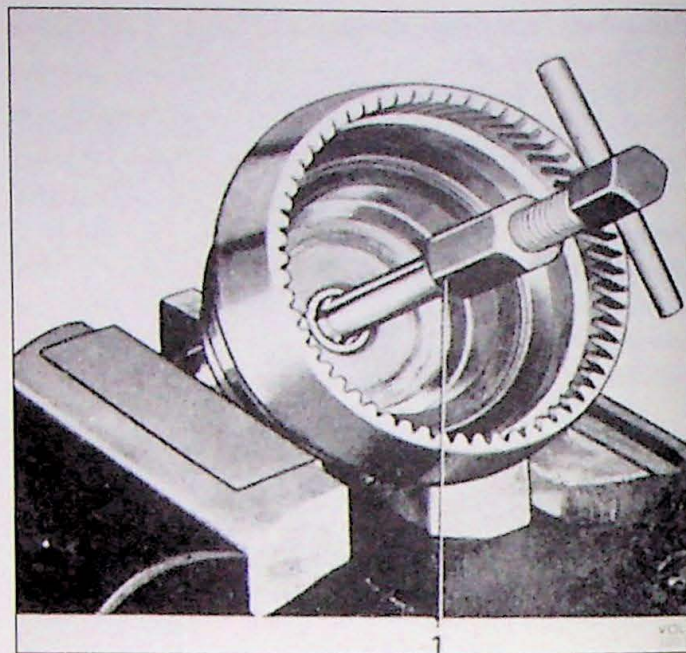

Fig. 7.9. Demontage van het naaldlager van de uitgaande as. 1. trekker SVO 2423
7. Verwijder de borgring en het oliegeleideplaatje dat het vrijloopwiel op zijn plaats houdt op de uitgaande as. Verwijder de vrijlooptdelen. Verwijder drukplaatje. Indien noodzakelijk het naaldlager van de uitgaande as verwijderen met werktuig SVO 2423 (Fig. 7.9).